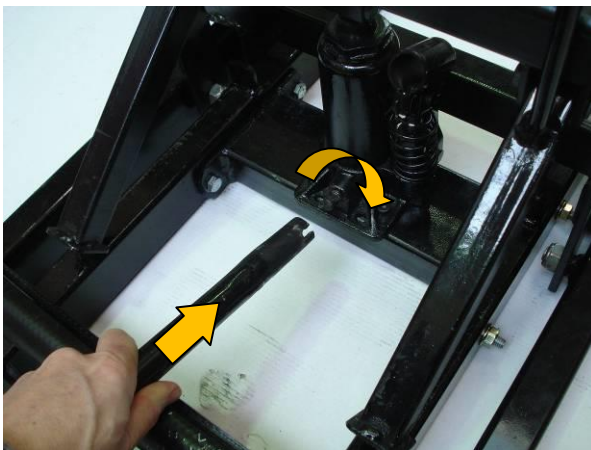
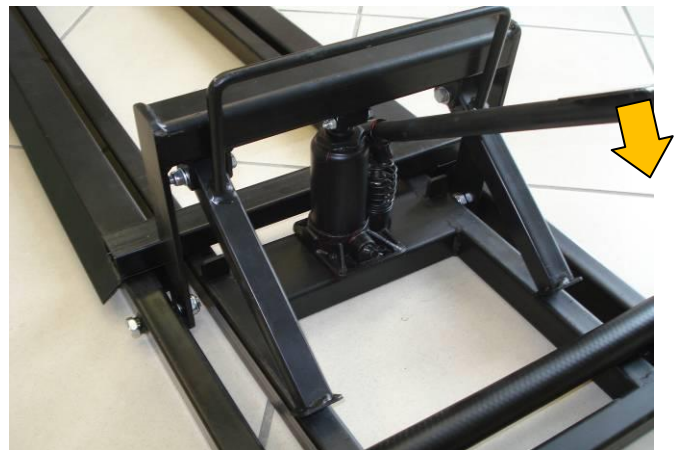

Bild 5
Bild 6
- Das Heben wird gemacht durch das Einschalten des hydraulischen Ventils der Bühne mit Hilfe vom Schlüssel des Pedals (Bild 5). Aktivieren Sie dann die Presse zu Fuß mit Hilfe vom Pedal (Bild 6).